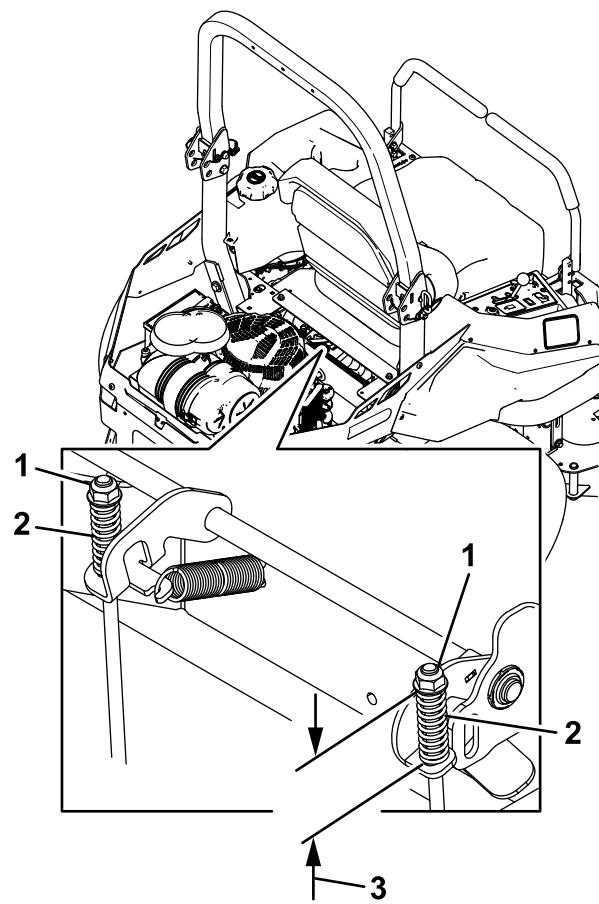

Figura 84
7. Compruebe la longitud de ambos muelles como se muestra en Figura 84. Si se requiere un ajuste, gire la tuerca superior en el sentido de las agujas del reloj para acortar el muelle y en el sentido contrario a las agujas del reloj para alargarlo.